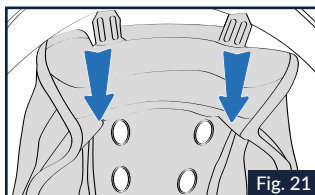

Fig. 21
3.1 Tirare la parte posteriore dell'imbottitura di conforto verso l'interno del casco per sganciare le linguette posteriori sinistra e destra della cuffia dal bordo posteriore della calotta (Fig.21).
4.3 Infilare le linguette posteriori destra e sinistra della cuffia nelle rispettive sedi del bordo della calotta (Fig.21). Spingere le linguette sino ad agganciarle completamente al supporto.